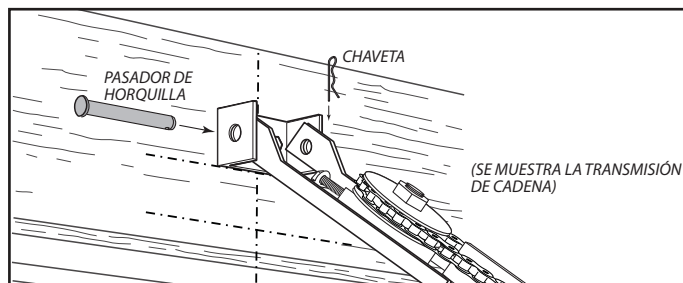

FIG. 2-5 Montaje de riel al soporte del travesaño
- Soporte la caja de control en la escalera de tijera para impedir la interferencia con el resorte montado en el travesaño (**Fig. 2-5**).